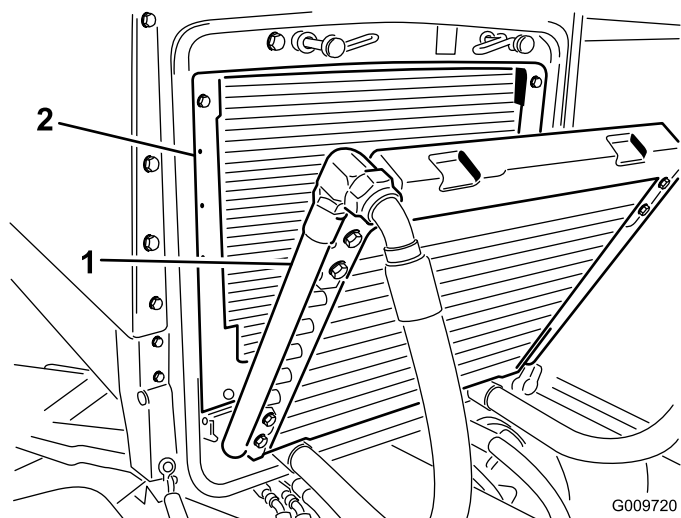

Figure 51
3. Basculez le refroidisseur d'huile en arrière. Nettoyez soigneusement les deux côtés du refroidisseur et la surface autour du radiateur (Figure 51) à l'air comprimé. Commencez par l'avant et soufflez les débris vers l'arrière. Nettoyez ensuite en soufflant de l'arrière vers l'avant. Répétez cette procédure plusieurs fois jusqu'à ce qu'il ne reste plus aucun débris.